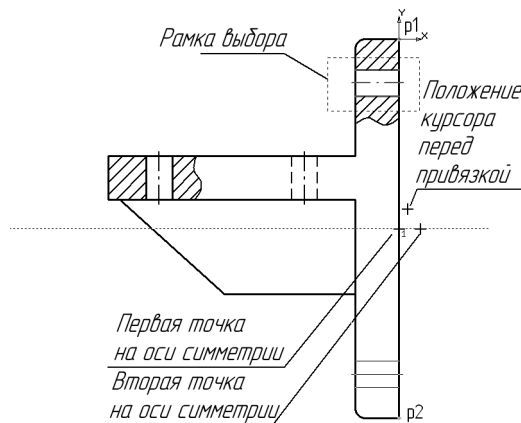

Рис. 54.11. Построение симметричного объекта
- 6.1. Выделите рамкой верхнее отверстие вместе с осевой линией (рис. 54.11).
## 6.3. Установите курсор рядом с отрезком p1–p2 (положение курсора перед привязкой на рис. 54.11).